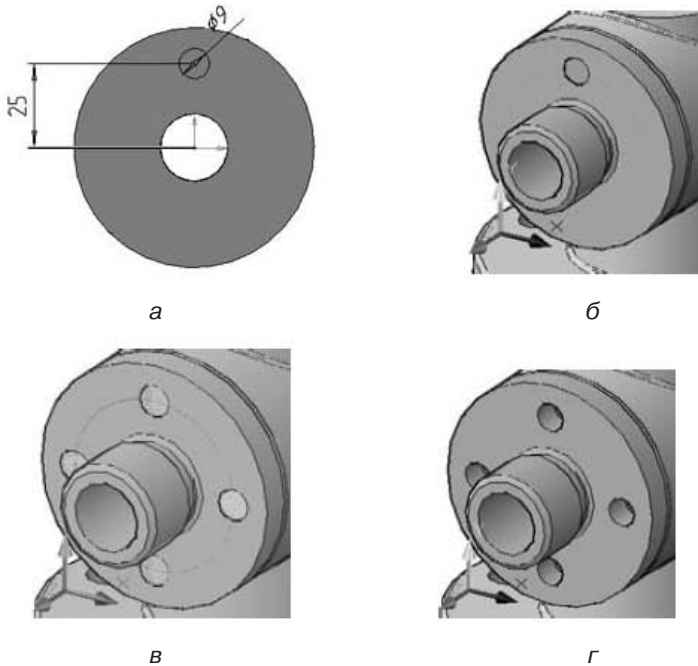

Рис. 12.35. Построение крепежных отверстий в боковом фланце:
3. Постройте цилиндр (команда Цилиндр ) — будущее крепежное отверстие (рис. 12.35, а), длина которого больше толщины фланца (рис. 12.35, б). Постройте круговой массив (команда Главная ► Редактирование ► Круговой массив  — не ассоциативный!) (рис. 12.35, в) цилиндра и вычтите их (команда Главное ► Редактир. тело ► Тело, Вычитание) (рис. 12.35, г).